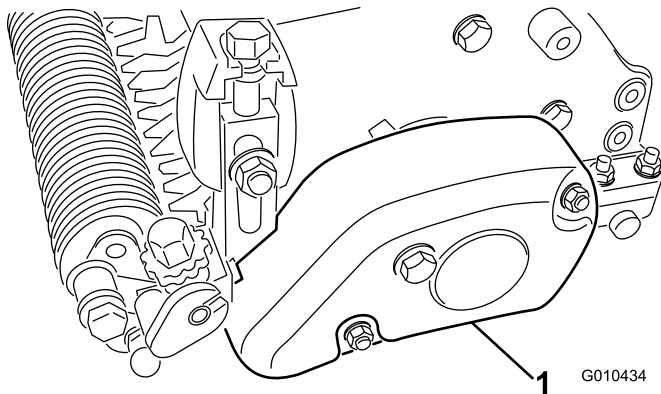

Figura 28
1. Retire la cubierta de la correa de la carcasa del acondicionador (Figura 28).